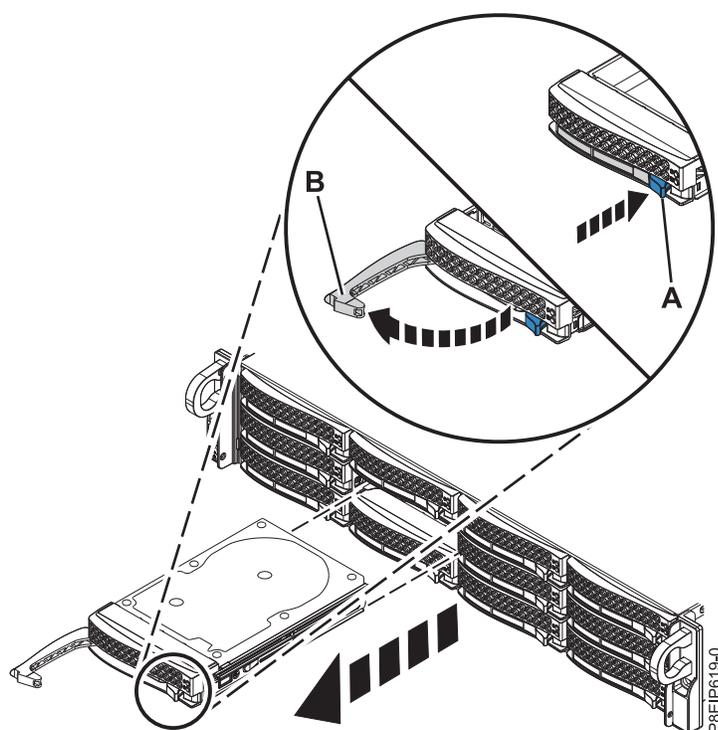

Abbildung 75. Laufwerk ausbauen
2. Entriegeln Sie den Griff an der Laufwerkposition (**B**), indem Sie auf die Griffentriegelung (**A**) drücken (siehe Abb. 75). Der Griff (**B**) schnappt in Ihre Richtung auf. Wenn der Griff nicht vollständig aufschnappt, kann das Laufwerk nicht aus dem System gezogen werden.